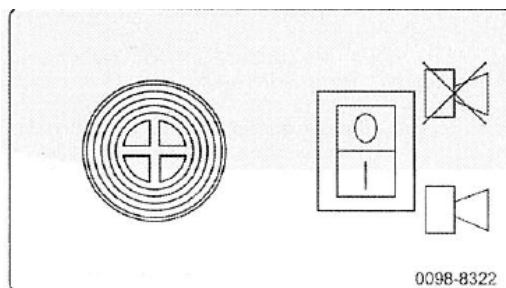

Рис.5 Лицевая панель модуля сигнализации
Модуль сигнализации обеспечивает подачу звуковых предупредительных сигналов. Двухпозиционный переключатель имеет 2 положения: Вкл. (I) и Выкл. (0). См. **Рис.5**